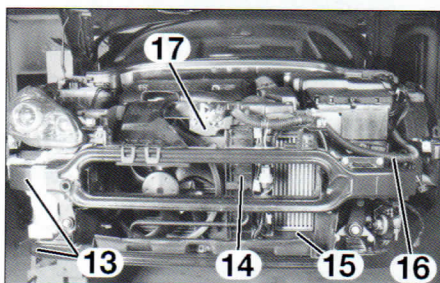

FIG. 51
- los dos travesaños (13) (**fig. 51**).
- el radiador (14).
- las conexiones del ventilador (15).
- el tubo de refrigeración de la caja de fusibles/calculador (16).
- Desconectar y separar la cerradura de capó (17).